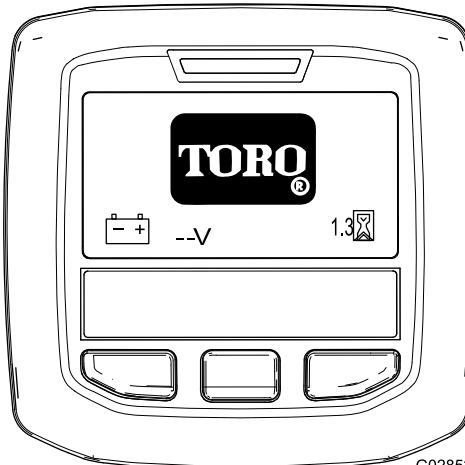

Figura 59
**Nota:** O InfoCenter acende e mostra o ecrã de inicialização (Figura 59).